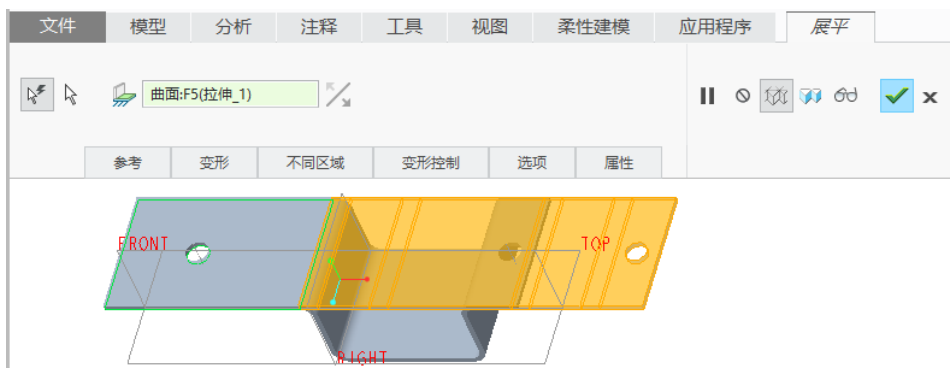

图 8-8 接受默认的固定几何参考
(1) 在功能区“模型”选项卡的“折弯”组中单击  (展平) 按钮, 打开“展平”选项卡。接受默认的固定几何参考, 如图 8-8 所示。